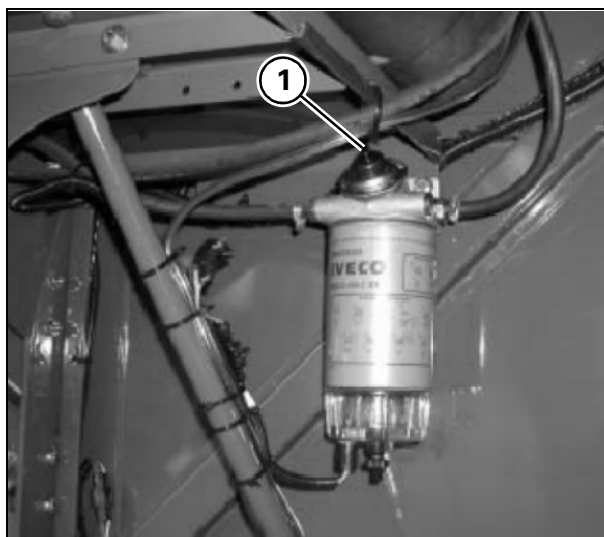

Рис. 86
- 4.) Если комбайн долго находился в нерабочем состоянии или если была выполнена замена фильтра предварительной очистки топлива или водоотстойника, следует поработать диафрагменным насосом (1 - Рис. 86), сделав приблизительно двадцать нажатий, чтобы заполнить контур подачи.